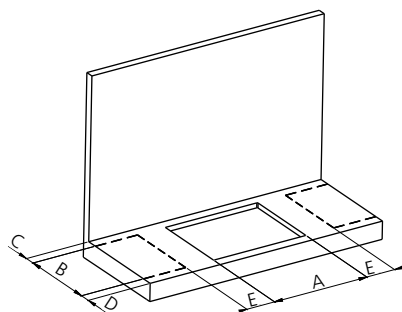
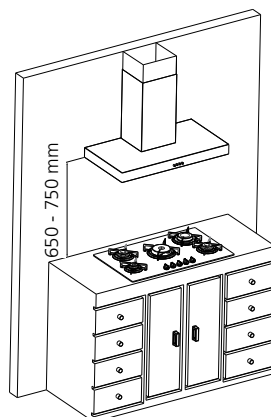

Fig. 7
Fig. 8
Prever no tampo onde o cooktop será instalado uma abertura com as dimensões indicadas na tabela 2 (fig. 7), assegurando-se que sejam respeitadas as dimensões mínimas do espaço no qual o aparelho deve ser instalado (fig. 8).
- Quando instalado uma coifa sobre o cooktop, considerar como distância mínima em relação aos queimadores 650 mm (fig. 8), ou consulte o fabricante da coifa para averiguar a distância mínima indicada.